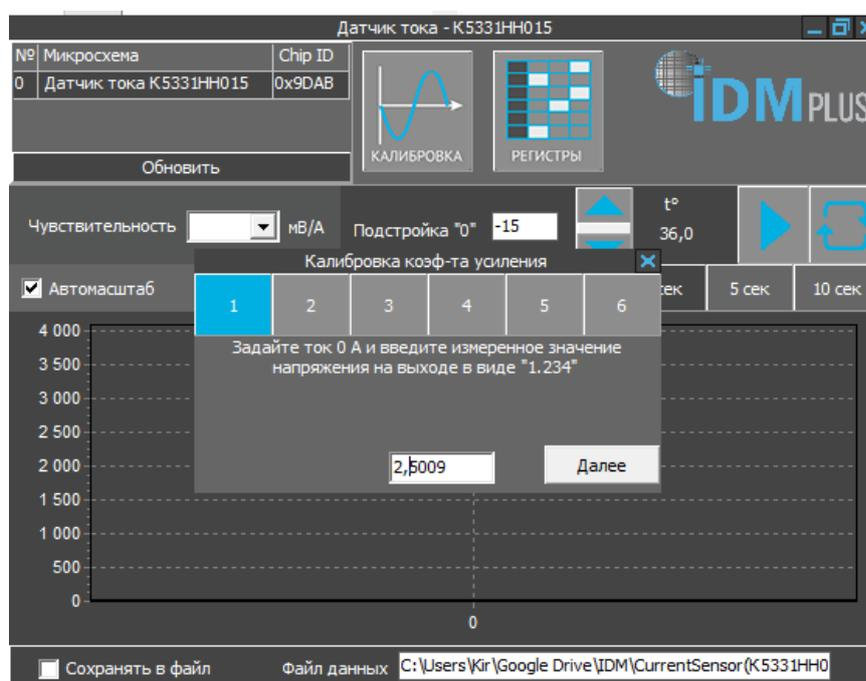

Рисунок 4 – Работа в режиме калибровки коэффициентов усиления при нулевом токе (шаг 1)
- Шаг 1: Записать значение напряжение по показаниям вольтметра, подключенного к выводу «OUT» отладочной платы (при нулевом токе в проводнике), в интерактивное окно и нажать интерактивную кнопку «Далее» (см. рисунок 4);